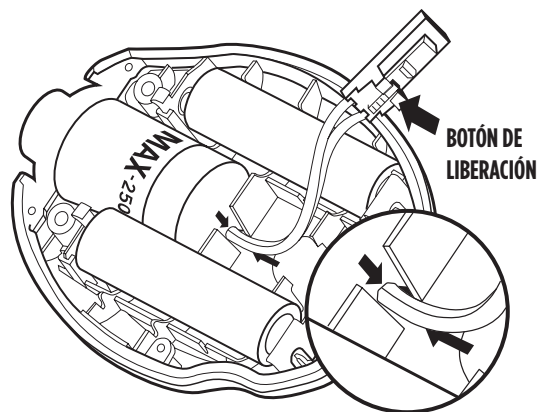

FIGURA 3
**CONSEJOS PRÁCTICOS:** Asegúrese de orientar el nuevo sensor alineando la flecha roja del sensor con la flecha de la parte trasera. Una pequeña pestaña ubicada en la parte trasera sirve para sujetar el sensor y evitar que gire dentro de la unidad. (FIGURA 3)